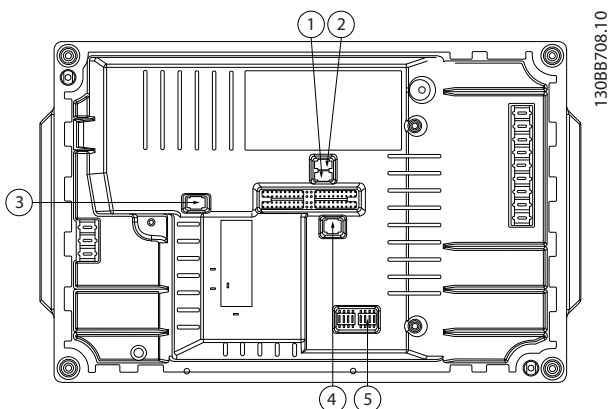

Abbildung 2.25 Position der DIP-Schalter
- Sie können Schalter S801 (BUS TER.) verwenden, um für die serielle RS485-Schnittstelle (Klemmen 68 und 69) die integrierten Busabschlusswiderstände zu aktivieren. Siehe *Abbildung 2.25*.